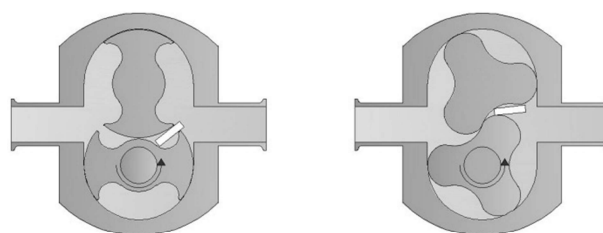

Abbildung 18 - Rotorschrauben lösen (unterer Rotor)
- Die Rotoren sind mit speziellen Schlitzschrauben (59) befestigt und mit O-Ringen (58) abgedichtet.
- Die Rotoren der Pumpe mit einem weichen Distanzstück blockieren (Abbildung 18) - ein Klotz aus Kunststoff (180) wird dazu mit der Pumpe geliefert.